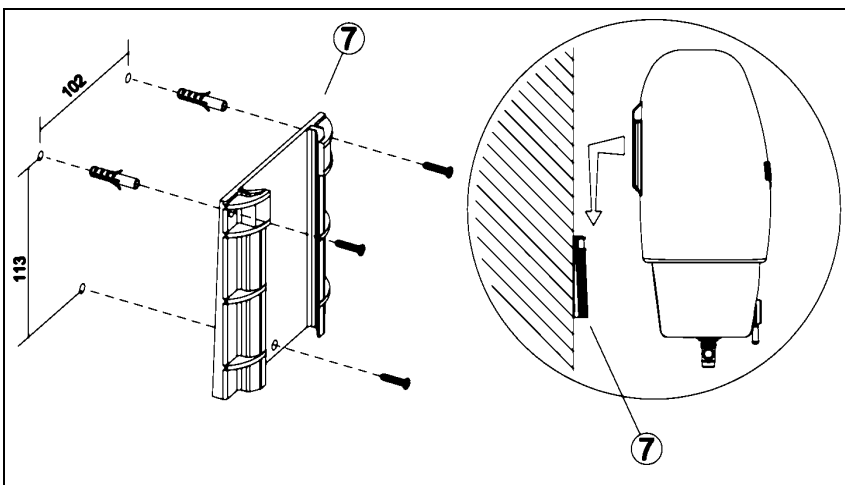

Рис.2
1- крепление к стене (рис. 2)
- a) закрепить винтами на стене кронштейн (7). Обратите внимание: кронштейн должен быть установлен так, как показано на рис.2.
- b) вставить выступ для фиксации водонагревателя, находящийся на задней стороне водонагревателя (8), в направляющие кронштейна (7).